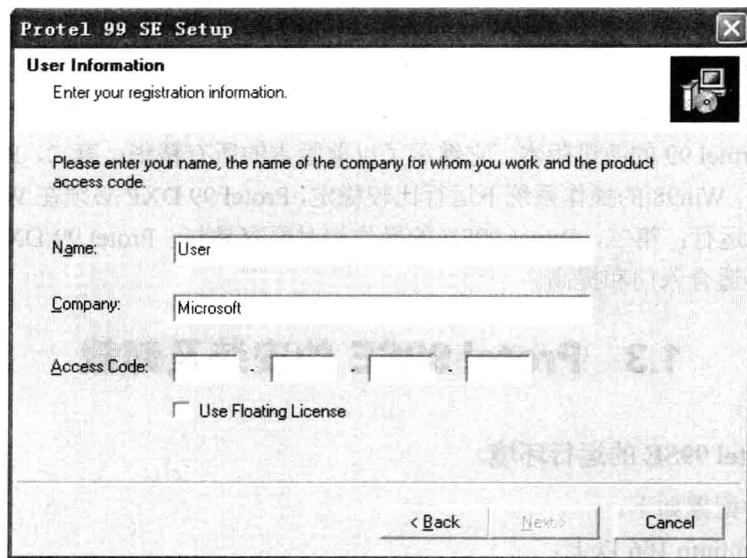

图 1-1 输入序列号对话框
- ① 选择 Protel 99SE 安装源文件夹，双击其中的 setup.exe 文件，启动 Protel 99SE 安装程序，弹出安装软件界面。
- ② 点击安装软件界面中的【Next】按钮，进入下一步。
- ③ 在图 1-1 窗口中输入 S/N 序列号后，点击【Next】按钮进入下一步。
- ④ 选择安装路径，点击【Next】按钮进入下一步。
- ⑤ 选择安装类型（默认为 Typical 典型安装），点击【Next】按钮进入下一步。
- ⑥ 在选择安装文件夹界面中直接点击【Next】按钮便开始安装。
- ⑦ 屏幕提示安装完毕，单击【Finish】按钮退出安装程序。此时桌面会出现 Protel 99SE 快捷图标，至此 Protel 99SE 软件安装完毕。